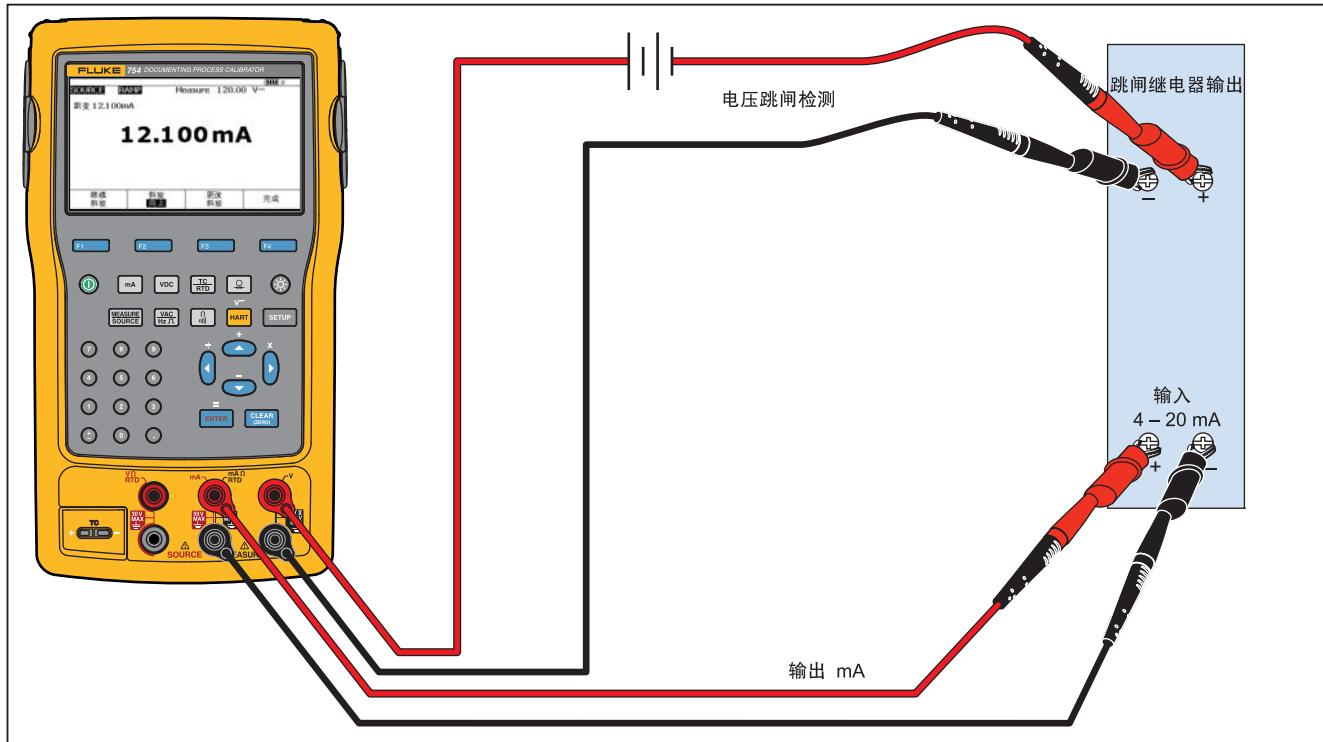

图 26. 查看继电器输出跳闸报警
13. 斜坡功能将一直持续，直到感应到跳闸（如果启用）、斜坡时间终止，或是按停止倾斜 (Stop Ramp) 功能键。请参阅图 26。